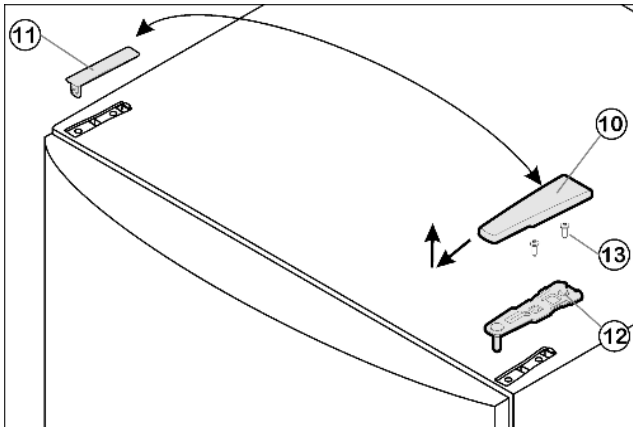

Fig. 4
- ▶ Крышку Fig. 4 (10) снимите движением вперед и вверх.
- ▶ Снимите крышку Fig. 4 (11).
- ▶ Открутите верхний опорный кронштейн Fig. 4 (12) (2 шт. Torx 25) Fig. 4 (13) и вытяните вверх.
- ▶ Установите верхний опорный кронштейн Fig. 4 (12) на новой стороне шарнира и защелкните в дверце.
- ▶ Прикрутите верхний опорный кронштейн *Fig. 4 (12)* (с моментом 4 Нм) (2 шт. Torx 25) *Fig. 4 (13)*. При необходимости проделайте отверстия или используйте аккумуляторную отвертку.
- ▶ Защёлкните крышку *Fig. 4 (10)* и крышку *Fig. 4 (11)* на противоположной стороне.